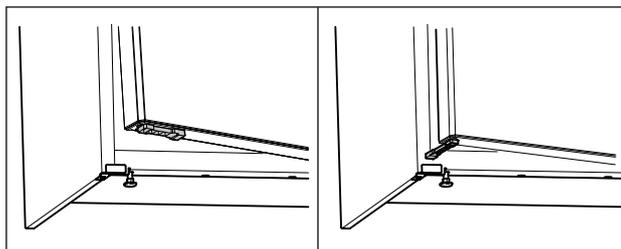

Fig. 68 *
- ▶ Türöffnungsbegrenzer um 90° drehen. (siehe Fig. 68) *